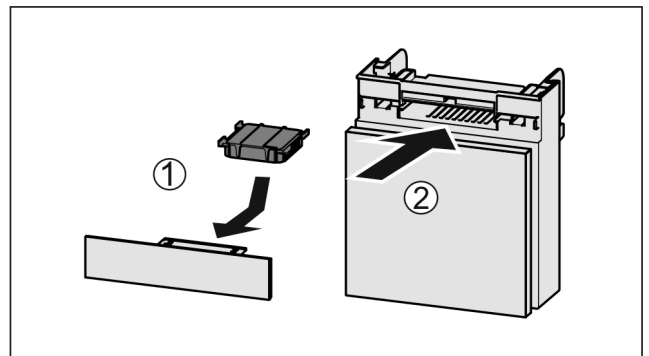

Fig. 84
- ▶ Insérer le filtre à charbon actif d'après le schéma Fig. 84 (1).
- ▶ Insérer le compartiment Fig. 84 (2).